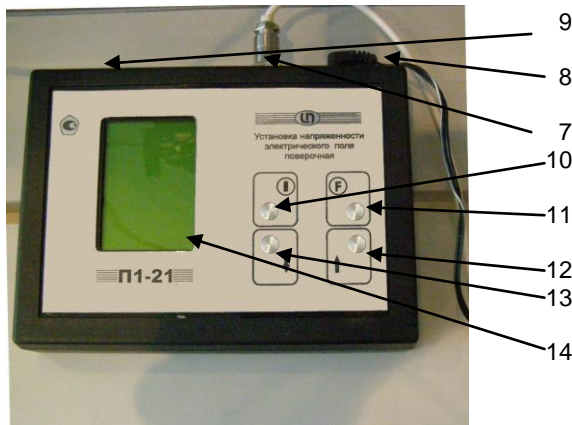

Рисунок 2.
5.1.4. На задней стенке измерителя (рис.2) находятся 7- разъем для подключения к конденсатору, 8- разъем для подключения адаптера и 9- USB- порт для подключения компьютера.
5.1.5. На лицевой панели измерителя (Рис.2) имеются следующие органы управления и индикации: